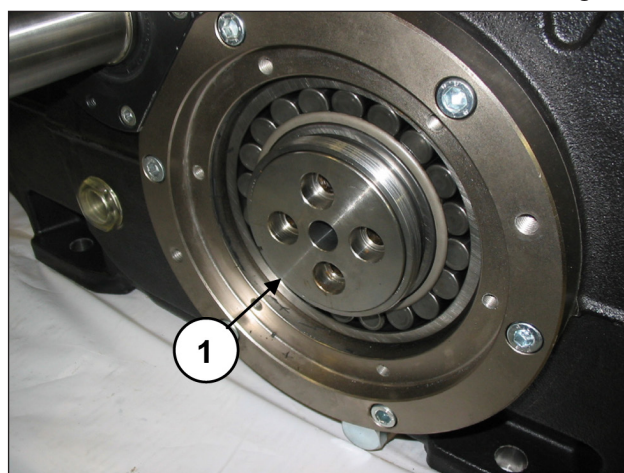

Fig. 14
No desmontar las bridas de bloqueo del casquillo (pos. ①, Fig. 14).